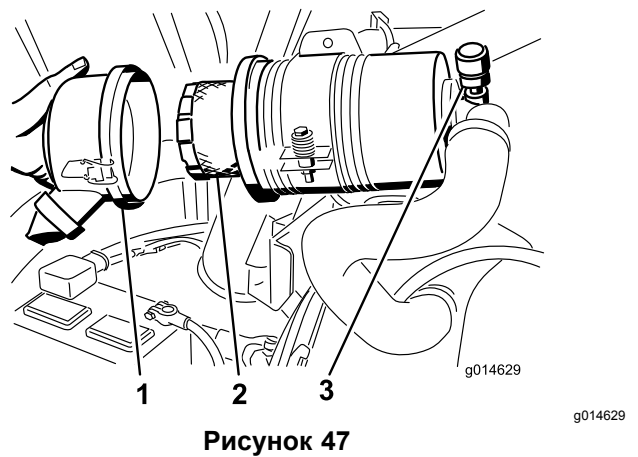

Рисунок 47
- Снимите и замените фильтр (Рисунок 47).